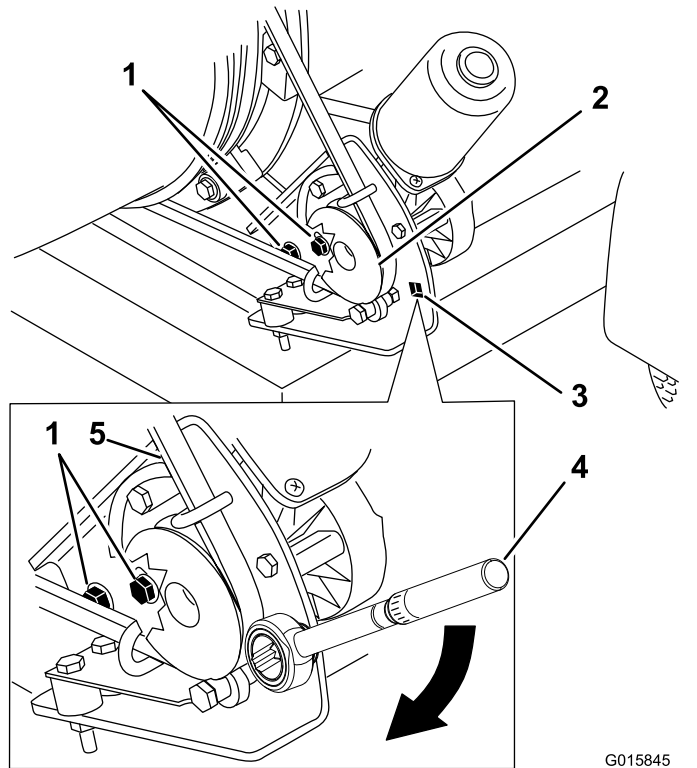

Figure 47
2. Desserrez les 2 vis à embase et les 2 contre-écrous à embase qui fixent le support de montage du moteur sur le support de carter du cadre de la machine (Figure 47).
3. Insérez le carré d'entraînement d'une clé dynamométrique dans le support de montage de la poulie, comme montré à Figure 47.
4. Faites pivoter le support du moteur pour l'éloigner de l'embout (Figure 47) jusqu'à ce que la clé dynamométrique indique 22,6 à 26 N·m (200 à 230 po-lb).